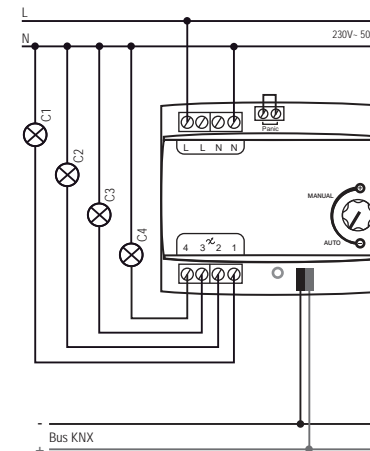

Abb. 1 / Fig. 1
- 2) Install the device according to the schematics / wiring diagram (Fig. 1).
- 2) Installieren des Dimmaktors gemäß Anschlussbild (Abb. 1).